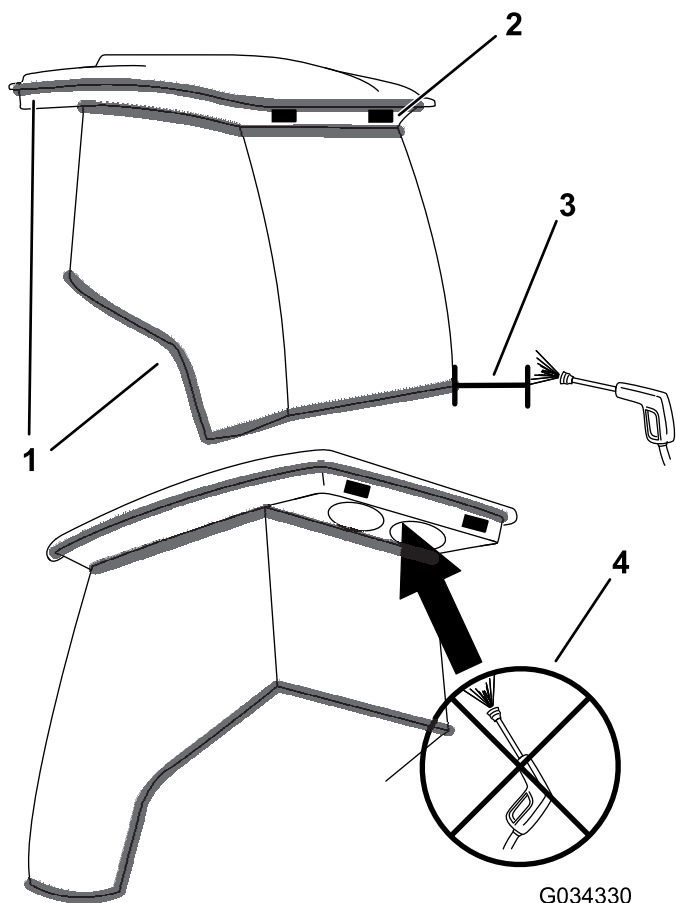

図 83
**重要** キャブシールの周辺に注意してください **図 83**。圧力洗浄機を使用する場合は、洗浄機のノズルをキャブから少なくとも 60cm 離して洗浄してください。キャブシールや後方のオーバーハング部にはジェットを直接当てないでください。